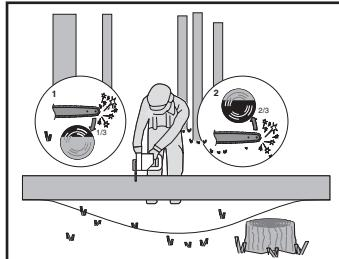

Figure 6
Lorsque le rondin est soutenu aux deux bouts, comme le démontre la figure 6, coupez un tiers du diamètre par le dessus (en tronçonnant par-dessus) (1). Effectuez ensuite la coupe de finition en tronçonnant par-dessus (2) pour rencontrer la première coupe.
Lorsque le rondin est soutenu aux deux bouts, comme illustré à la figure 6, coupez un tiers du diamètre de la coupe de tronçonnage par-dessus (1). Effectuez ensuite la coupe de finition en tronçonnant par-dessous (2) les deux tiers inférieurs pour rencontrer la première coupe.